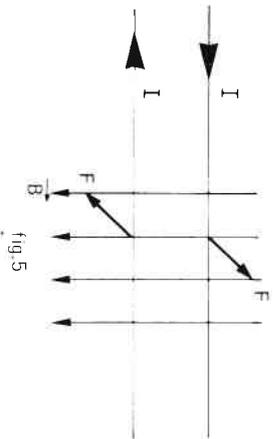

fig. 5
b) *Mise en série* (figure 5) (on dit aussi en cascade)
Lorsque le courant circule dans le sens indiqué par les flèches (figure 5), la partie supérieure du fil, placée dans le champ de l'aimant, se déplace vers l'arrière. La partie inférieure du fil, parcourue par un courant de direction opposée, se déplace vers l'avant. Le petit miroir renvoie le pinceau lumineux vers le haut et, finalement, le spot se déplacera, vers le haut de l'écran d'observation.
L'oscillographe de Blondel nous montre que tension et courant passent par 0 au même moment, donc que courant et tension sont en phase (figure 5), ce qui conduit au diagramme vectoriel de la figure 6. L'impédance est ici :